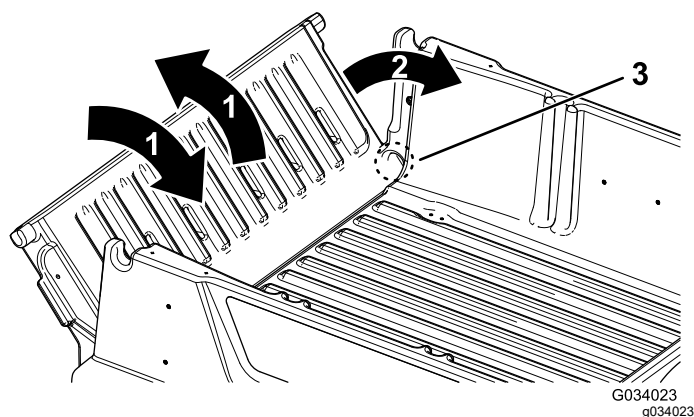

**Figura 21**
2. Utilizzando entrambe le mani, sollevate la sponda posteriore utilizzando il bordo vicino alla parte superiore della sponda posteriore (Figura 21).
3. Abbassate la sponda posteriore in modo che sia a livello con la parte inferiore del pianale (Figura 21).